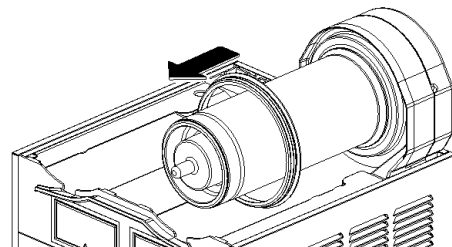

Bild 11
- 4 Die Behälterdichtung aus ihrem Sitz entfernen (Bild 11).